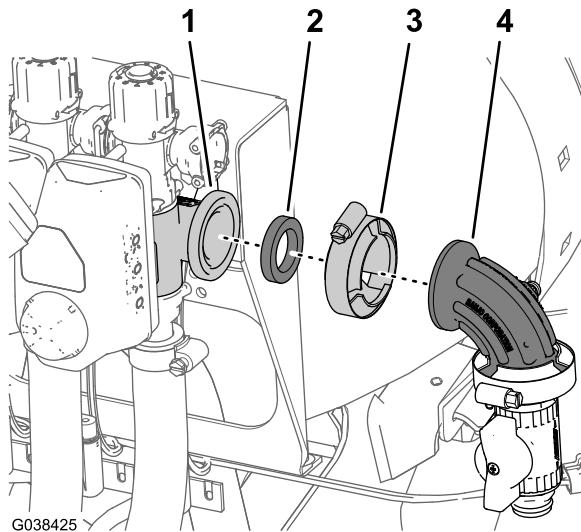

图89
6. 如 图89 所示使用在步骤 1 中卸下的垫片和法兰夹具将 90° 弯头带压力端口的法兰安装到右喷洒臂段阀的法兰上。